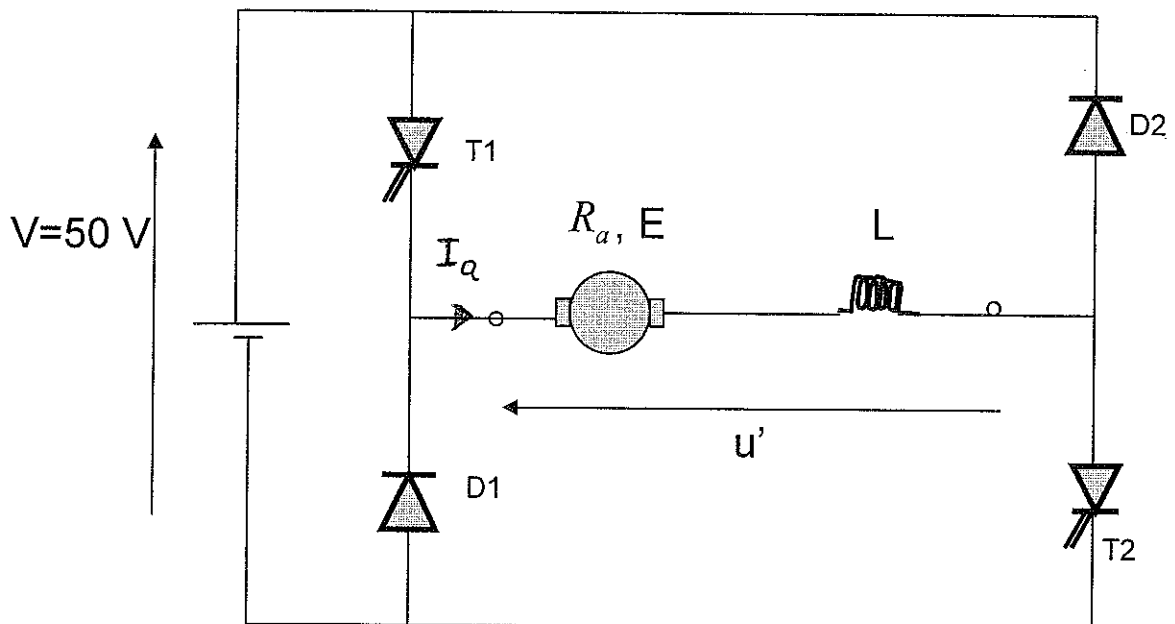

Figure 5
Le moteur est alimenté par le biais du hacheur présenté dans la **figure 5**. Les interrupteurs **T1** et **T2** sont commandés **simultanément** en fermeture avec le rapport cyclique α . On considère la fréquence de fonctionnement du hacheur $f=1 \text{ (kHz)}$. Le hacheur est alimenté avec une tension continue $V=50 \text{ (V)}$.